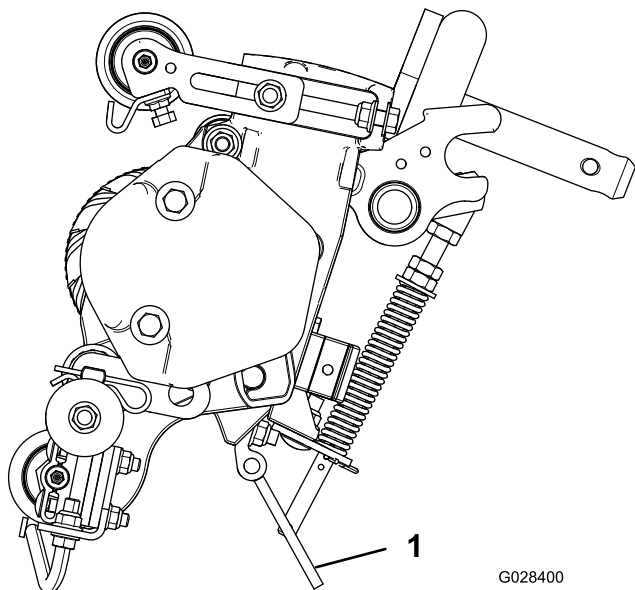

Рисунок 12
**Примечание:** Каждый раз при необходимости наклона вертикуттера для обнажения его ножей используйте откидную опору (поставляется с тяговым блоком) (Рисунок 12).